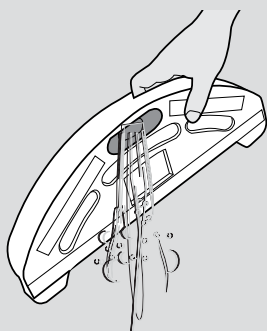

Fig. 16
4. Verwijder na het dweilen de watertank en de dweil. Open de rubberen dop en giet het resterende water uit de tank. [Fig. 16]